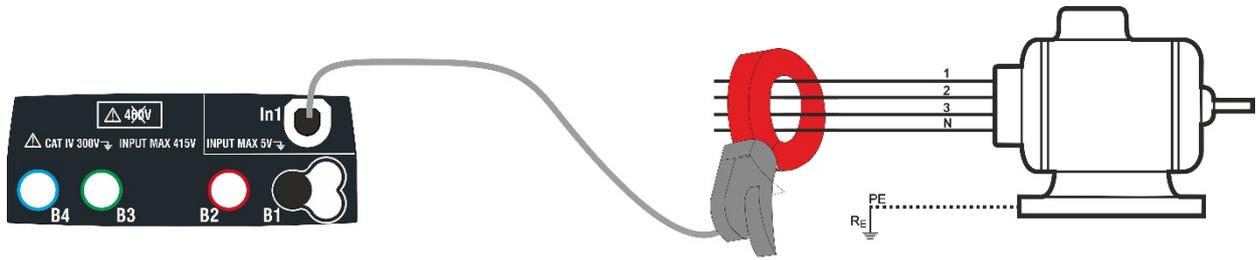

Fig. 26: Medição indirecta da corrente de fuga em instalações trifásicas
4. Para medições indirectas da corrente de fuga ligar a pinça externa de acordo com a Fig. 26 . Para medições directas da corrente de fuga ligar a pinça de acordo com a Fig. 27 e desligar as eventuais ligações adicionais de terra que poderão influenciar os resultados do teste.